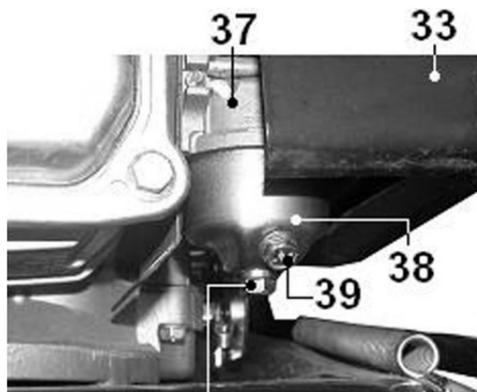

Рис. 18
7.2.4. Удалите пролитое топливо с поверхности топливного бака (15), двигателя и корпуса газонокосилки при помощи чистой ветоши.
9.10.4. Установите на место отстойник (38) и сливную пробку (39) карбюратора (37) (Рис. 18).
9.6. Очистка отстойника карбюратора (Рис. 18)
9.10.3. Выверните сливную пробку (39) из карбюратора (37) и слейте топливо из поплавковой камеры. Демонтируйте отстойник (38) и очистите его. Слейте топливо из топливного бака (15) в подходящую емкость (Рис.18).